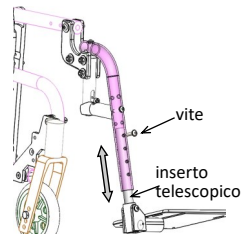

fig. 10.1: Regolazione altezza
• Regolazione altezza del poggipiedi (fig. 10.1):